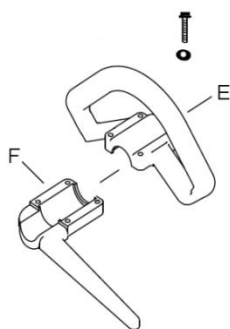

Fig. 5
**Poignée:** (fig. 5). Placer la poignée E sur le collier inférieur F, en mettant le coté le plus long du collier vers la gauche de la machine (il sert de barrière protectrice au cours des travaux afin d'éviter un contact involontaire de l'utilisateur avec l'outil de coupe). Avant de serrer les 4 vis, ajuster la poignée dans une position qui permet une utilisation ergonomique de la machine. Après, Fixer fermement les vis de blocage.